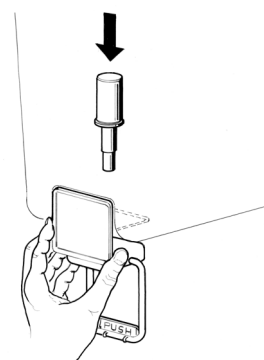

figure 6
**3** **Robinet en inox à gravité:** monter le levier de débit robinet et enfiler le piston avec son joint (voir figure 6).